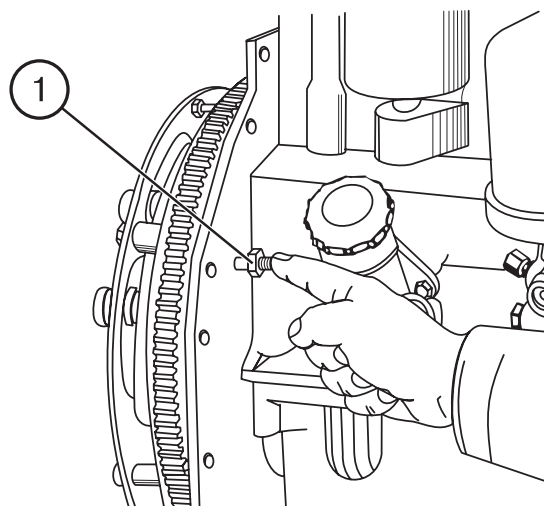

Рис. 47
- д) выверните установочный болт 1 (рис. 47) из резьбового отверстия заднего листа и вставьте его нарезанным концом в то же отверстие до упора в маховик. При этом установочный болт должен совпасть с отверстием в маховике (это значит, что поршень первого цилиндра дизеля установлен в положение, соответствующее  $24^\circ$  до ВМТ). При несовпадении установочного болта с отверстием в маховике произведите регулировку с помощью квалифицированного специалиста.